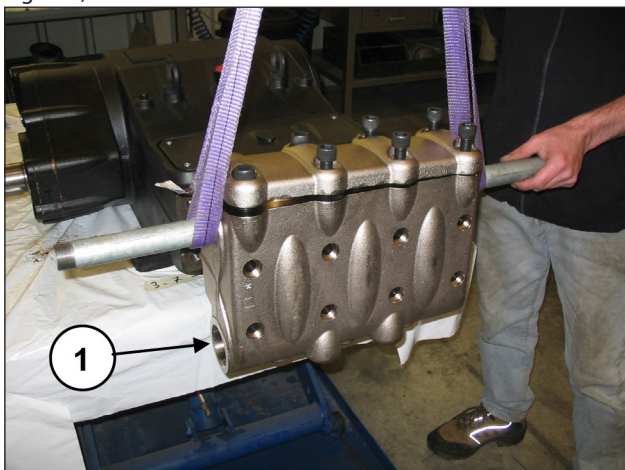
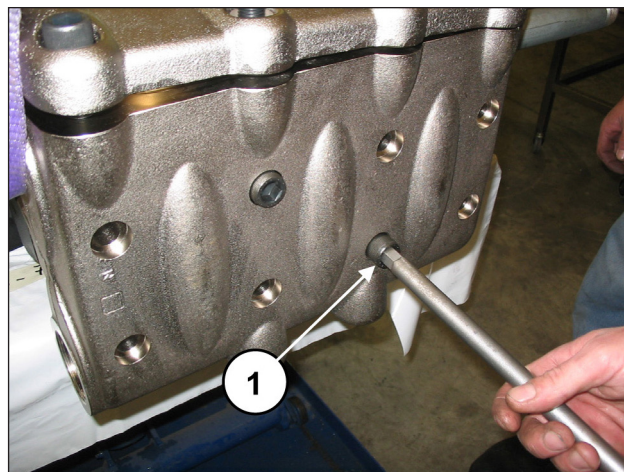

Fig. 107
Fig. 108
Montar la cabeza en el cárter de la bomba (pos. ①, Fig. 107) sin golpear los pistones y apretar los 8 tornillos M16x180 (pos. ①, Fig. 108).
Apretar en diagonal los 4 tornillos M16x180 internos (ver Fig. 107) y a continuación los 4 externos.